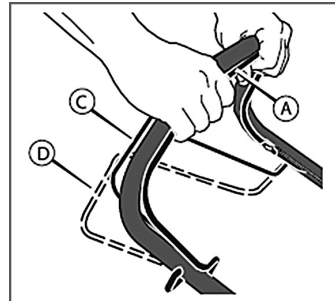

Рис. 9 Положение рычагов остановки двигателя и привода хода
1. Нажмите и удерживайте рычаг остановки двигателя в положении А (Рис. 9). Запустите двигатель.
2. Переместите рычаг привода С (Рис.9) полностью вперед. Теперь система привода включена, и газонокосилка начнет двигаться вперед.
Для выключения только системы привода, отпустите рычаг привода (С). В выключенном положении D (Рис.9), газонокосилка прекратит движение вперед, но двигатель будет продолжать работать, а нож вращаться.